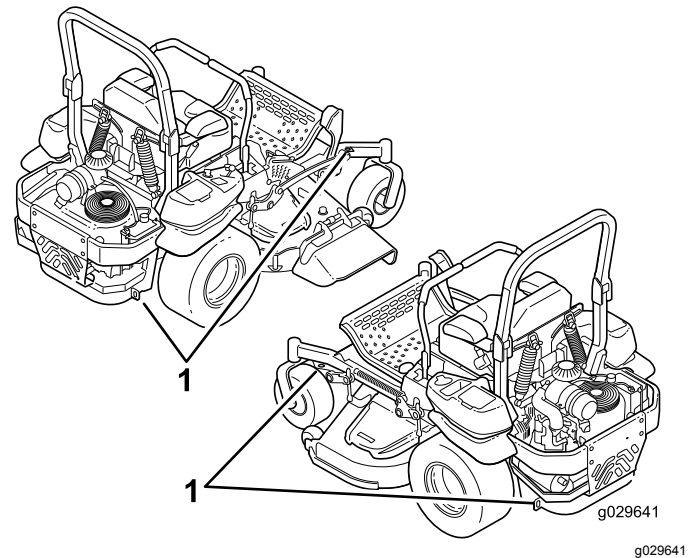

Figure 41
5. Servez-vous des points d'attache en métal de la machine pour arrimer solidement la machine sur la remorque ou le véhicule utilitaire avec des sangles, des chaînes, des câbles ou des cordes (Figure 41).